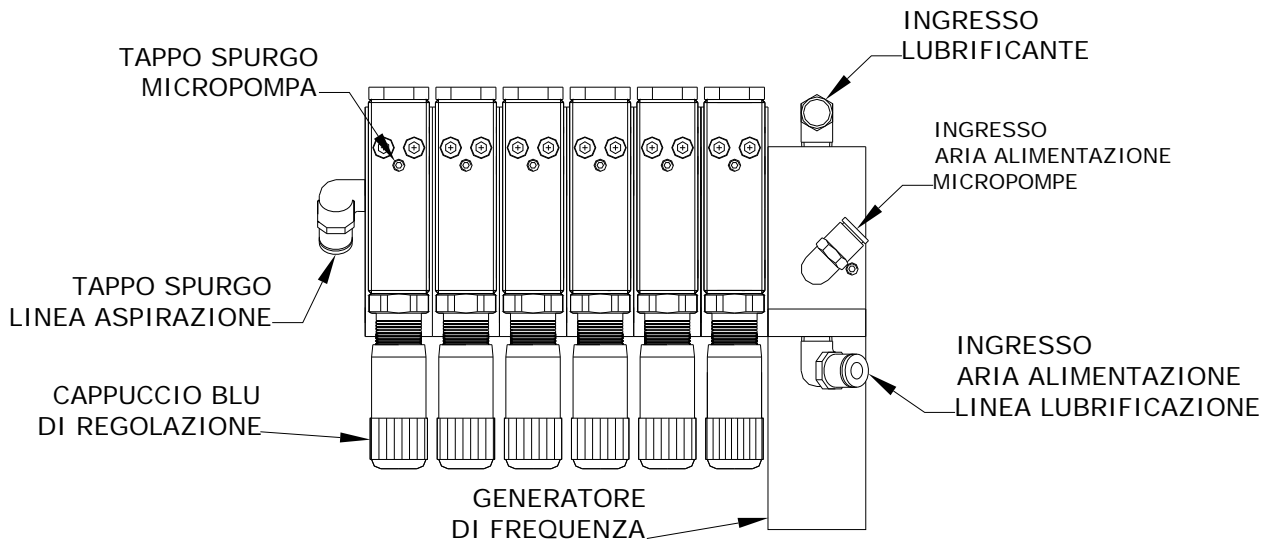

Fig. 1
- Spurgare l'aria dal circuito allentando il tappo di spurgo (Fig.1) posto al lato sinistro dell'ultima sottobase del gruppo delle micropompe. Controllare che l'olio penetri nel tubo di aspirazione e attenderne la fuoriuscita prima di riavvitare il tappo. Per eliminare l'aria residua, intervenire sulla vite di spurgo di ogni micropompa posta vicino alle viti di fissaggio. Svitare completamente la vite di spurgo attendere la fuoriuscita del lubrificante facendo attenzione a non perdere la sfera di tenuta. Avvitare la vite.
Per regolare la portata nominale della pompa agire sul cappuccio blu (Fig.1). Svitando completamente il cappuccio si ha l'esclusione della mandata. Da questa posizione, ogni giro e mezzo del cappuccio incrementa la portata di $5\text{mm}^3/\text{colpo}$ fino alla portata massima di 45mm^3 . Ad ogni scatto del cappuccio corrisponde una variazione di portata di $0.625\text{mm}^3/\text{colpo}$.